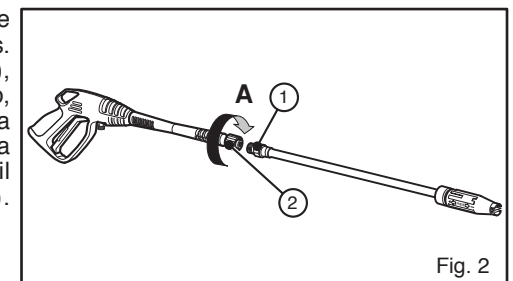

Fig. 2
Per montare la lancia sulla pistola è sufficiente inserire l'estremità sagomata della lancia (pos. 1) nel foro presente sulla pistola (pos. 2), facendo attenzione a far combaciare l'incastro, applicare una leggera pressione alla lancia nel senso della freccia "A" e ruotarla di circa 15° in senso orario fino a raggiungere il completo accoppiamento (vedi fig. 2).